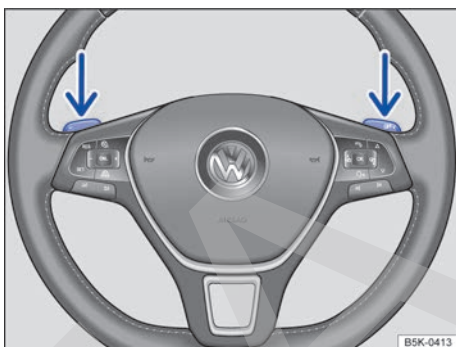

Fig. 133 Volante con dos levas de cambio para el Tiptronic.
- En los programas de conducción **D** o **S** o en la pista de selección Tiptronic, accione las levas del volante fig. 133 (flechas).